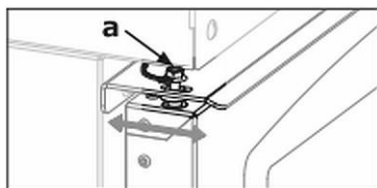
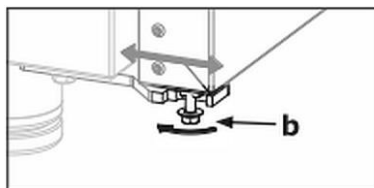

Fig. 56
Fig. 57
1. Loosen screws (a-b, Fig. 56 and Fig. 57).